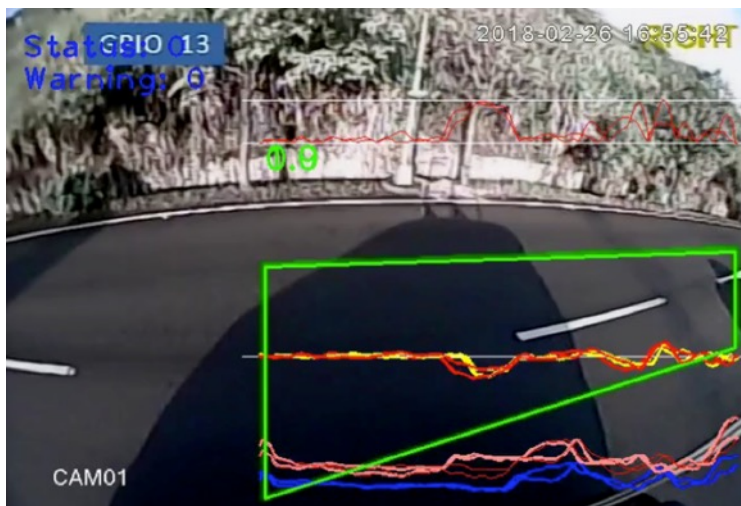

Abbildung 1: Ausschnitt aus dem Video eines Software-Street-Tests
- › Die Software des LUIS TURN DETECT® ist auf der Steuerbox installiert und analysiert im Abdeckungsbereich (in der unteren Abbildung 1 grün gekennzeichnet) laufend die Farbveränderungen in den einzelnen „Video-Frames“ der Kamera (25 Frames pro Sekunde).